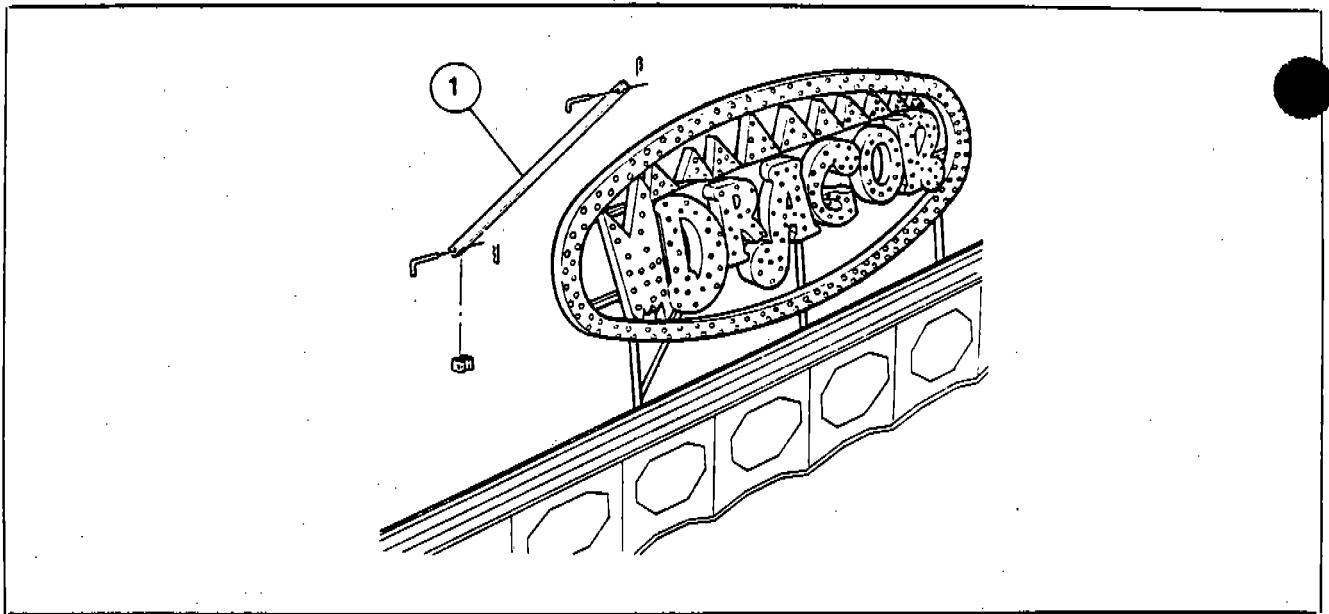

Fig. 17
d) Sollevare la scritta luminosa «DRAGON» sopra il tetto e fermarla con gli appositi tiranti (1-Fig. 17) avendo cura di inserire le spine e copiglie di fermo.